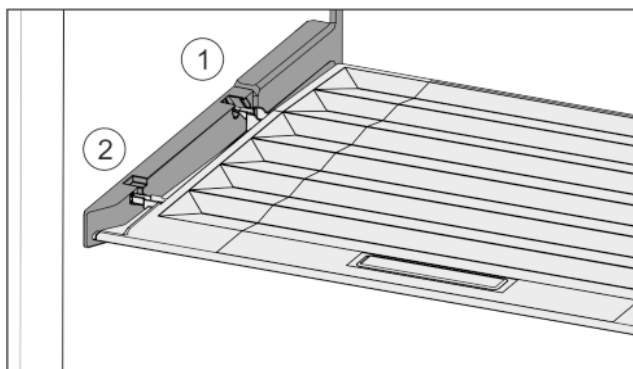

Fig. 31
- ▶ Вставить поперечные ребра крышки через отверстие заднего держателя *Fig. 31 (1)* и защелкнуть спереди в держателе *Fig. 31 (2)*.